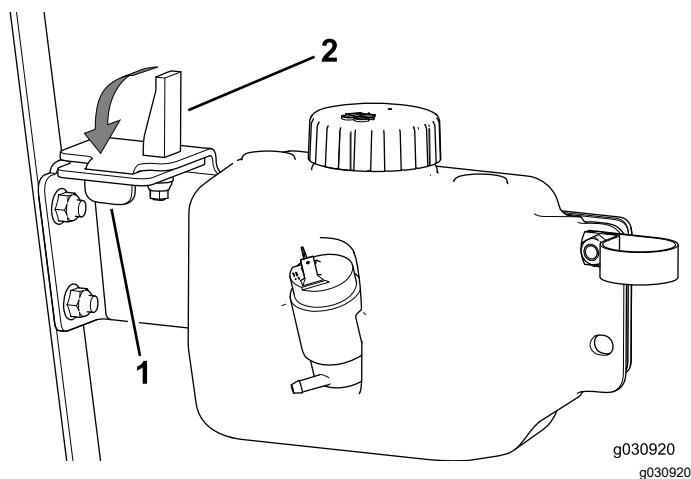

Figura 46
- Insira a patilha na ranhura e o casquilho do trinco no furo na placa do depósito (Figura 46).
- Coloque a alavanca do trinco para baixo (Figura 46).